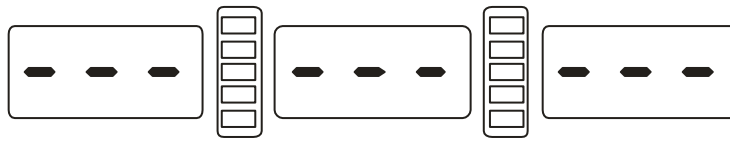

Bild 17-1
17.2.4 Om displayen efter maskinstarten ser ut som i Bild 17-1, bör man utföra självkalibrering av mätanordningarna eller eventuellt justera givarna eller byta ut dem.